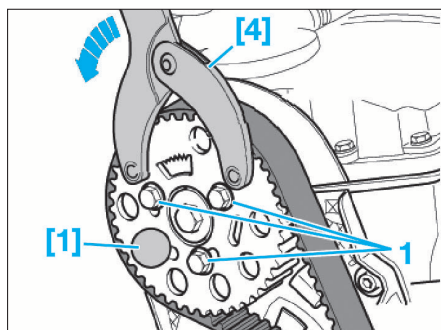

FIG. 15
- [4]. Outil de tension de la roue dentée d'arbre à cames (ref. T10172) (Fig.15).
• À l'aide de l'outil [4], précontraindre la courroie et serrer les vis (1) (Fig.15).
- à l'aide de l'outil [4], précontraindre la courroie et serrer les vis (5) (Fig.15).